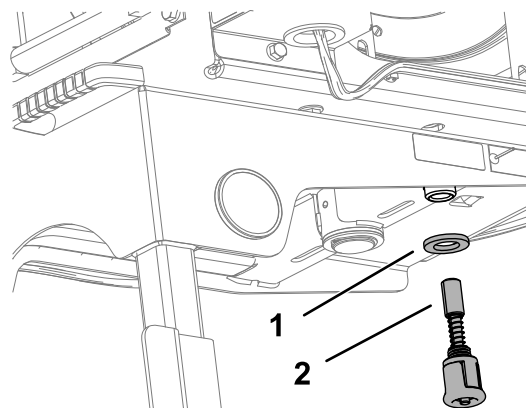

Figura 12
6. Installate la rondella e il perno a molla dalla parte inferiore del telaio dell'avvolgitubo (Figura 12).